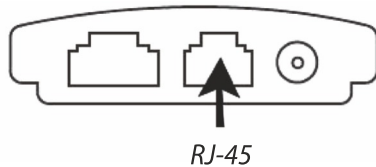

Рис. 47
2. Подключите кабель RS-232 к расположенному в нижней части пульта управления разъему RJ-11 (рис. 47), и к разъему последовательной связи (COM-порту) компьютера.